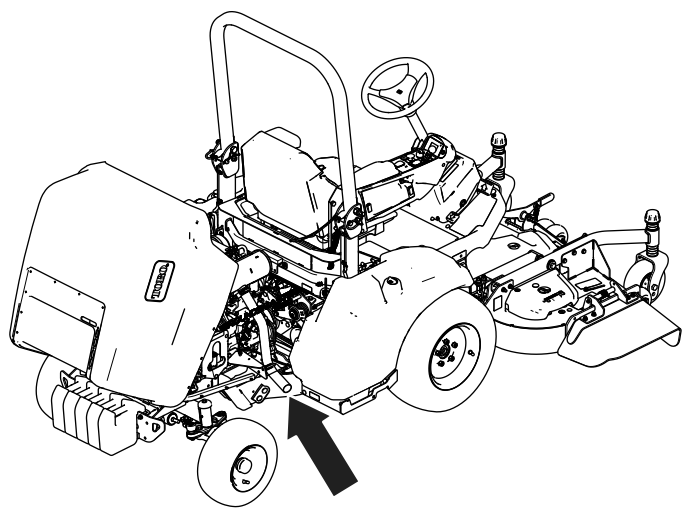

Figure 9
1. Ouvrez le capot (Figure 9).